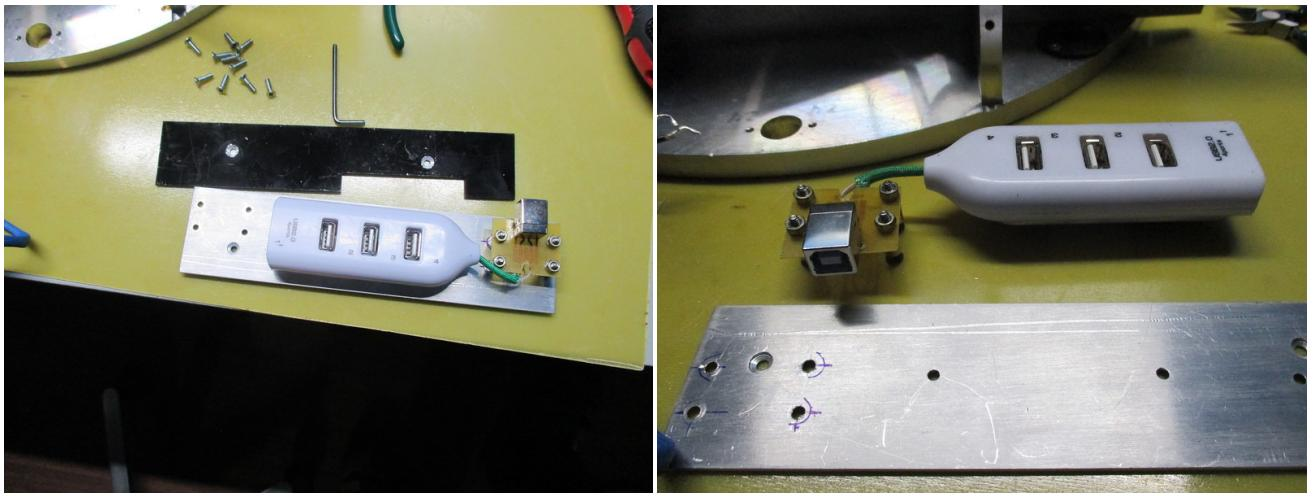

Рис. 21: Снятие боковых накладок и отключение USB-концентратора.
**10.** Отсоединить всю доступную проводку. Открутить винты, крепящие боковые накладки к фланцу прибора (см. рис. 21). С левой накладки снять USB-концентратор и входной разъем USB.